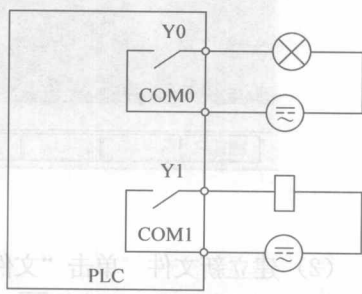

图 1-7 分隔式输出接线方式
2) 分隔式。将输入点或输出点分成 N 组，每组有一个公共端 COM 和一个独立的电源。电源均由用户提供，可根据实际负载确定选用直流或交流电源，如图 1-7 所示。